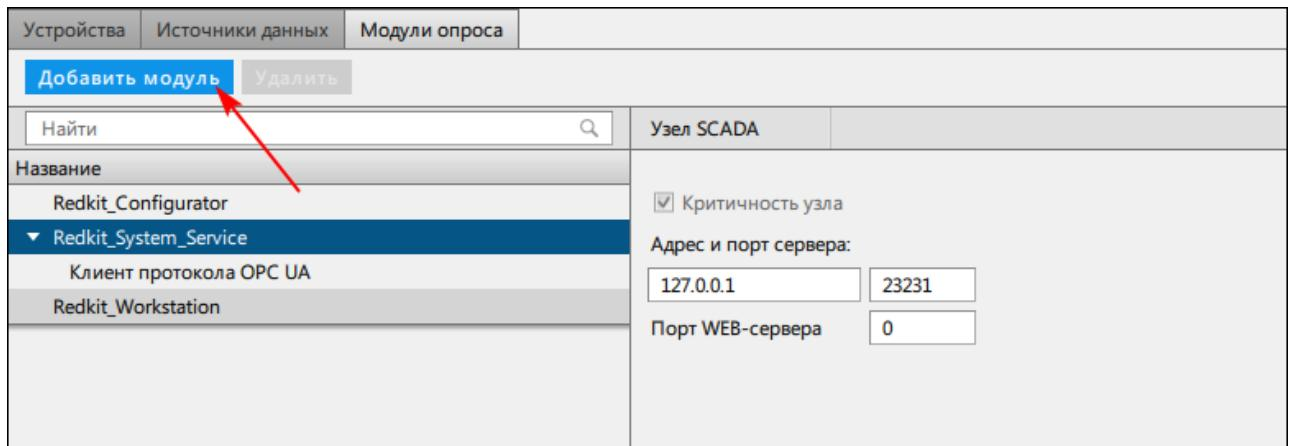

Рисунок 229 - Добавить модуль
- На вкладке Модули опроса у сервисного узла(ов) (Redkit\_System\_Service или Redkit\_Master и Redkit\_Slave, в зависимости от типа конфигурации) нажмите Добавить модуль (Рисунок 229).